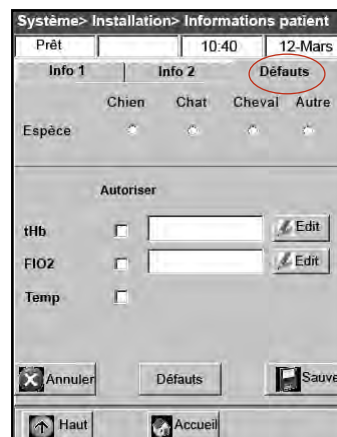

Figure H-9 : Écran **“Système> Configuration> Information patient> Défauts”**
- Sélectionnez la touche **“Défauts”** (Figure H-9) pour installer vos propres valeurs implicites pour les paramètres entrés concernant les patients.